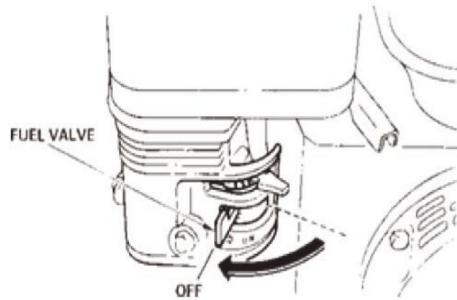

ABB.13
10.3 Schließen Sie den Kraftstoffabsperrhahn (ABB. 13), indem Sie den Kraftstoffhahnhebel bewegen in die AUS-Position bringen.